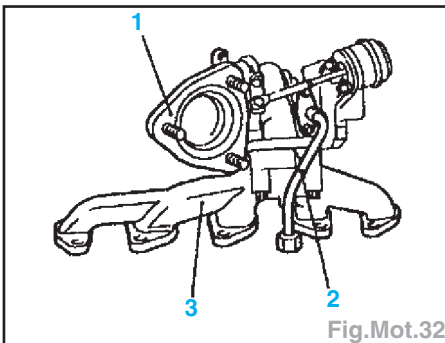

Fig.Mot.32
- Enlever les trois vis de fixation du collecteur d'échappement (1) du turbocompresseur et déposer le collecteur (Fig.Mot.32).